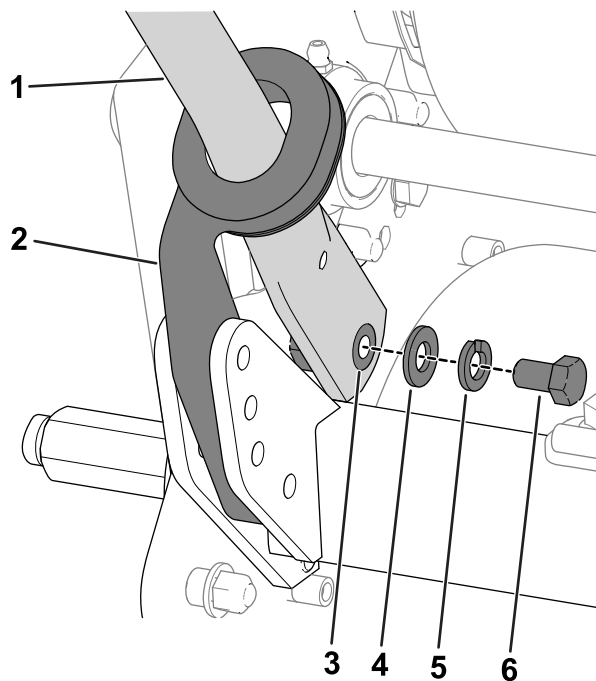

图4
4. 向内挤压手柄端部，并将其安装到安装销上（图4）。
5. 用之前卸下的螺栓（3/8 英寸）、垫圈和锁紧垫圈将手柄固定到安装销上（图4）。